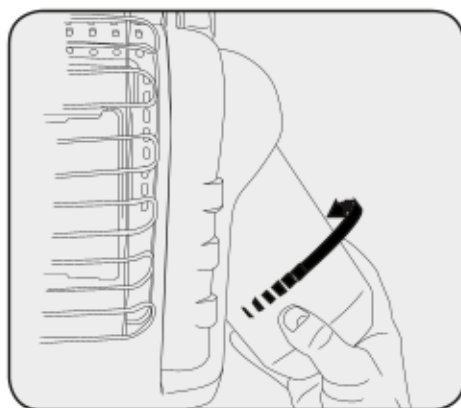

Figura 3
2. Tornillo 1 libra. cilindro de suministro de gas de LP disponible dextrórum (de fondo) en calentador portátil hasta de mano apretado. Ver la Figura 3. No use el sellador de hilo en esta unión.